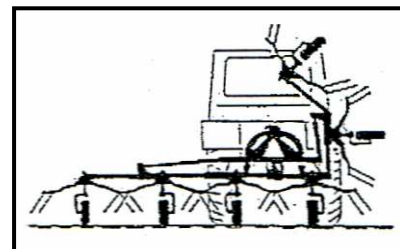

Abb. 17
**Mögliche Fehlbedienung (Abb. 17).